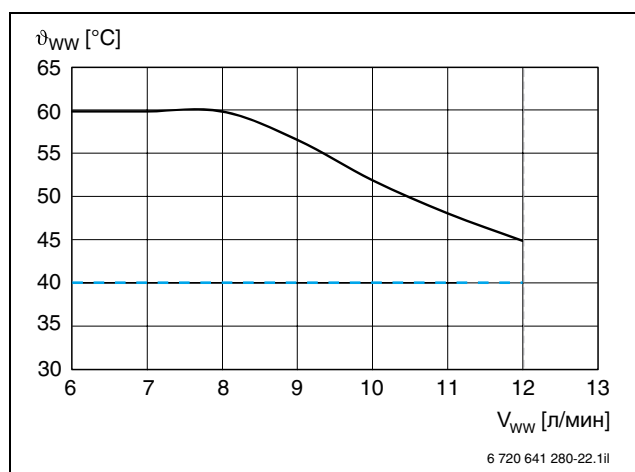

Рис. 47. Постоянная мощность приготовления горячей воды при входной температуре холодной воды 10°C
- Высокая постоянная мощность приготовления горячей воды (рис. 47) 29,7 кВт.